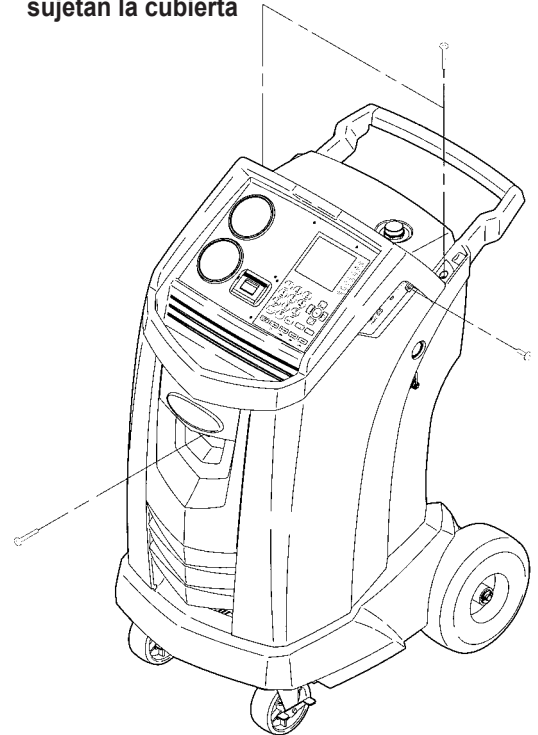

Figura 16
2. Retire la botella de aceite y los cuatro tornillos que sujetan la cubierta. Consulte la Figura 16. Cuelgue la cubierta en la parte posterior de la máquina.